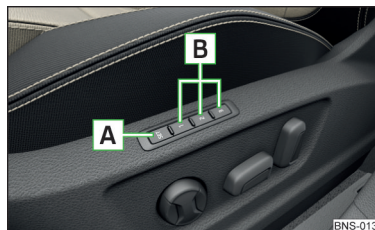

Fig. 87
Debajo de las teclas de memoria **B** en el asiento del conductor y/o acompañante se puede guardar un ajuste de la posición del retrovisor externo y del asiento del conductor » fig. 87.
- ▶ Pulse la tecla **SET** **A** » fig. 87 y luego presionar dentro de 10 segundos la tecla de memoria **B** deseada. El almacenamiento es confirmado con una señal acústica.
- ▶ Conectar el encendido y pulsar la tecla de memoria deseada **B** » fig. 87.